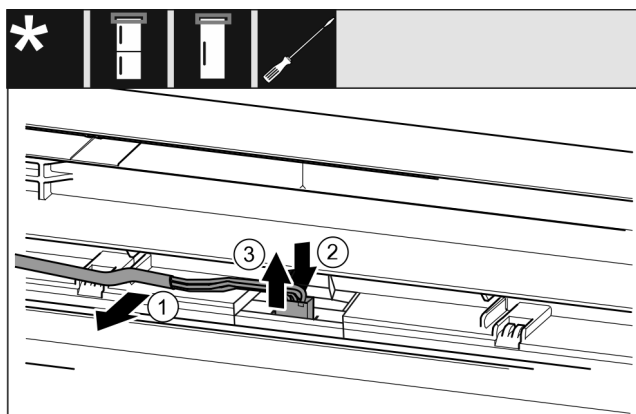

Fig. 7
- ▶ Sivý kábel opatrne uvoľnite z vedenia vo dverách. Fig. 7 (1)
- ▶ Sponu za zástrčkou potlačte dozadu. Fig. 7 (2)
- ▶ Zástrčku opatrne vytiahnite nahor. Fig. 7 (3)